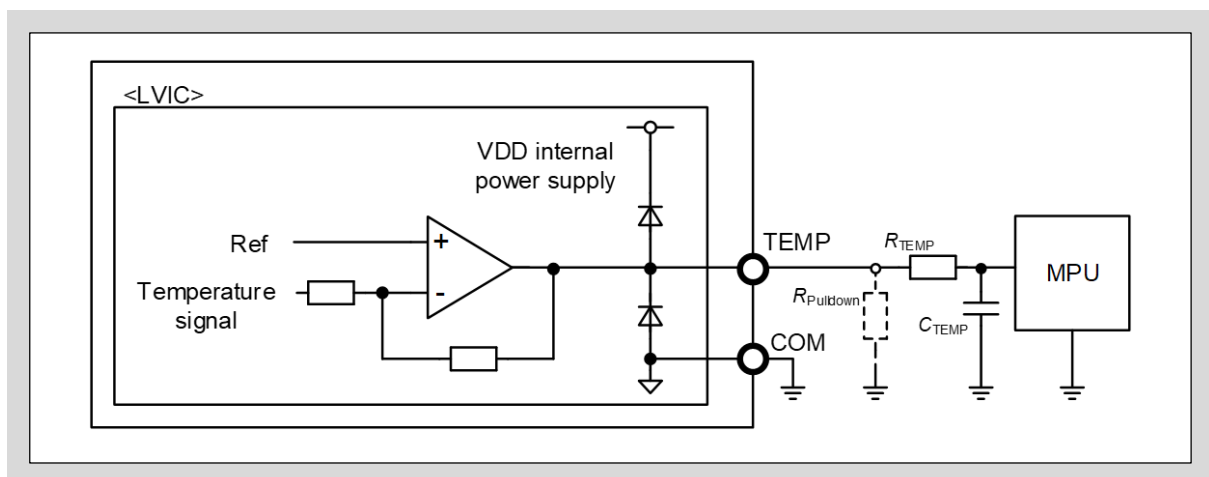

図3-23 TEMP端子とMPU I/Oとの推奨接続回路
- 図3-23に示すように、温度出力TEMP端子はMPUに直接接続することが可能です。ただし、MPUラインにバイパスコンデンサ C_{TEMP} と10k Ω 以上の突入電流制限抵抗 R_{TEMP} を接続してください。これらの信号ラインは、可能な限り最短距離で配線してください。
- 図3-23に示すようにTEMP-COM端子間にダイオードが接続されています。このダイオードは、本製品をサージ入力から保護する目的であるため、電圧クランプダイオードとして使用しないでください。本製品が破壊する恐れがあります。